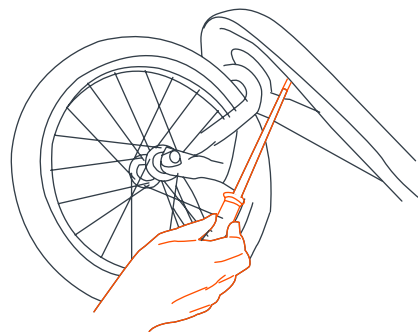

Fig. 5d
- Insérer les 5 vis à travers le dessous du cadre avant et dans les tubes en plastique du pare-chocs. Tourner les vis seulement jusqu'à bien serré (Fig. 5d). **NE PAS TROP SERRER.**